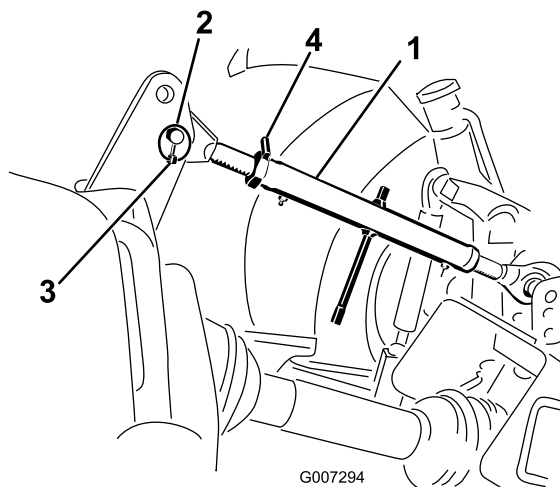

Figura 8
- Ligue a articulação superior ao orifício inferior no suporte e prenda-a com o pino de articulação e o pino de sujeição (Figura 8).
3. Rode o dispositivo superior para apertar a articulação. Ajuste-o até a parte da frente da estrutura do arejador estar a 90 da horizontal (Figura 8).